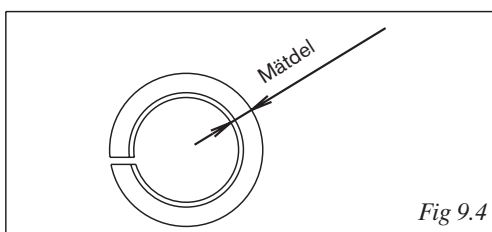

Fig 9.4
- Tätningssring (fig 9.4)
Mät innerdiametern enligt fig 9.4. Om diametern ligger utanför tillåtna värden, eller om tätningssringen är sliten eller sprucken, montera en ny tätningssring.